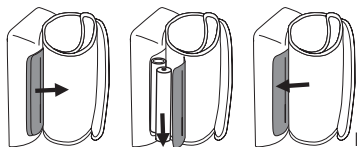

Fig. 1
- Ouvrez le couvercle du compartiment à piles situé sous l'appareil (cf. Fig. 1). Insérez les piles (cf. chapitre 12 « Données techniques »). Veillez à faire correspondre les polarités « + » et « - ». Refermez le couvercle du compartiment à piles. 12 h ou 24 h clignote sur l'écran. Réglez désormais tel que décrit ci-dessous la date et l'heure.